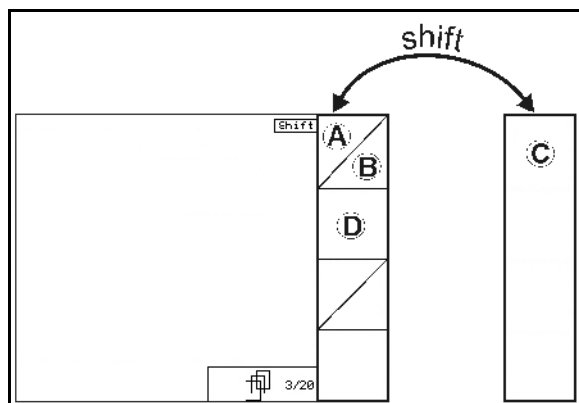

Fig. 10
- Al pulsar la tecla Shift aparecen nuevos campos de función (Fig. 10) y la asignación de las teclas de función se modifica de la manera correspondiente.